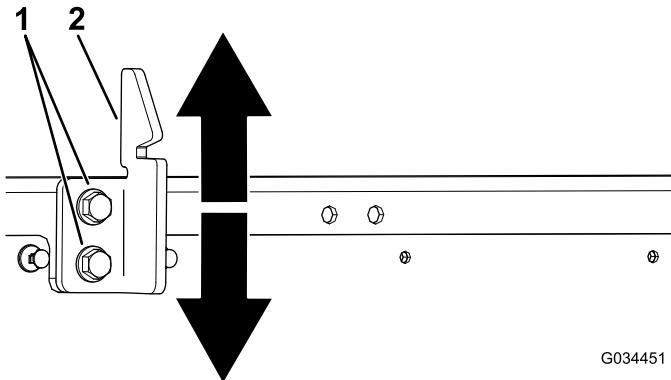

Figura 55
3. Afloje los 2 pernos del cerradero de la plataforma y mueva el cerradero hacia arriba o hacia abajo, dependiendo de si está demasiado alto o demasiado bajo (Figura 55).
4. Apriete los 2 pernos del cerradero de la plataforma (Figura 55).